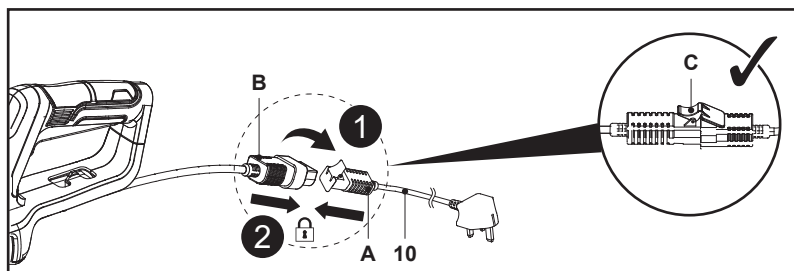

Fig. 2
1. Deschide capacul (C) mufei (A) de la cablul de alimentare (10), apoi aliniază pinii mufei (B) cu fantele din mufa (A) și conectează-le. Asigură-te că totul este asamblat corect, apoi fixează capacul (C) în poziție (Fig. 2, pașii 1, 2).